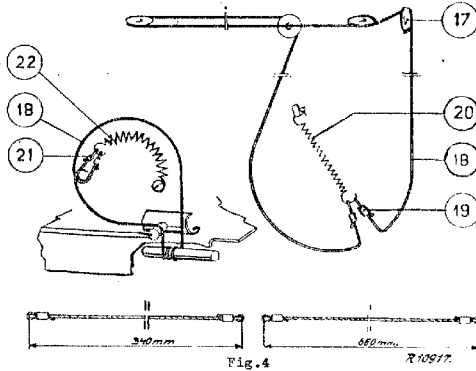

Fig.4
- De snaar eerst over de linker rolletjes leiden, vervolgens over rechter rolletjes met behulp van een speciaal haakje (zie fig.4).